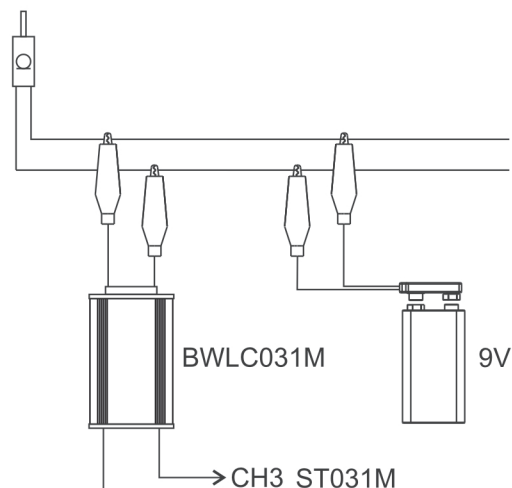

Рис.41
- в случае отсутствия информативного сигнала подключите устройство ввода напряжения отсечки, как показано на рис.41.